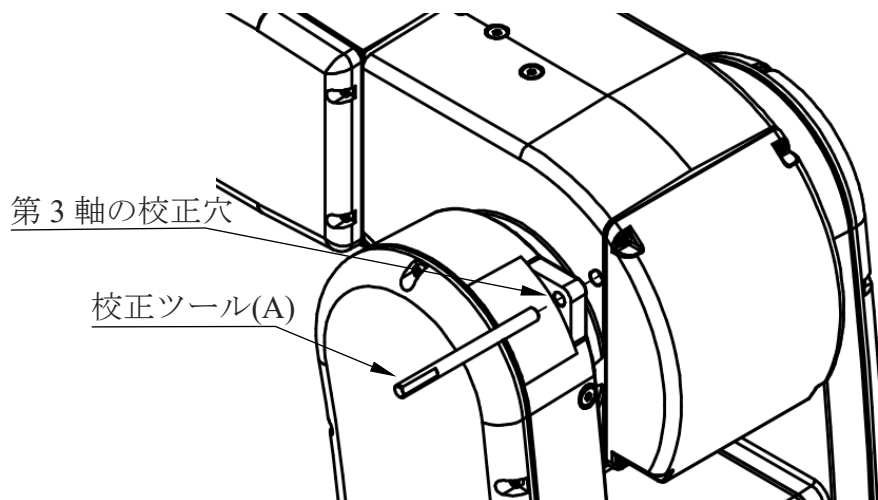

図 4-4 第3軸の原点校正イメージ図
- 第3軸の校正順序は以下のとおりです（図 4-4 を参照してください）